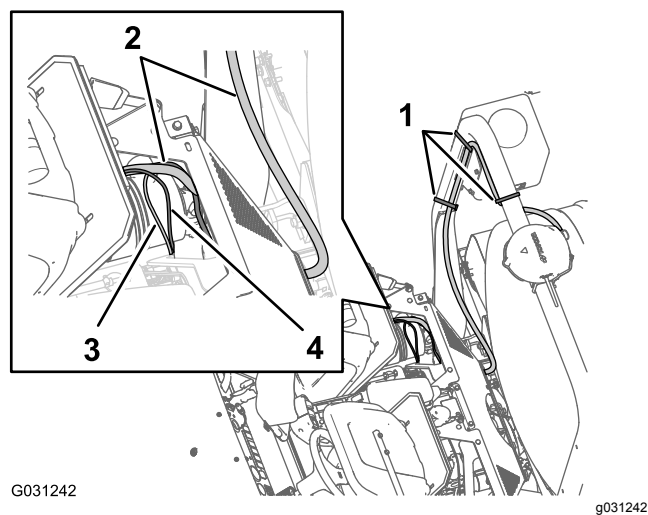

図 168
- データ用ハーネスの 100cm の枝線 図 168 についている 4 ピンコネクター CAN 2 / スプレーヤコントローラ用を、車両本体の前方ハーネスと後方ハーネスが相互接続しているところへ導く 図 86 前方ハーネスと後方ハーネスを相互に接続する (ページ 40) を参照。
- 電装ハーネスの 100cm の枝線 図 168 についている 1 ピンコネクターを、車両本体の前方ハーネスと後方ハーネスが相互接続しているところへ導く 図 86 前方ハーネスと後方ハーネスを相互に接続する (ページ 40) を参照